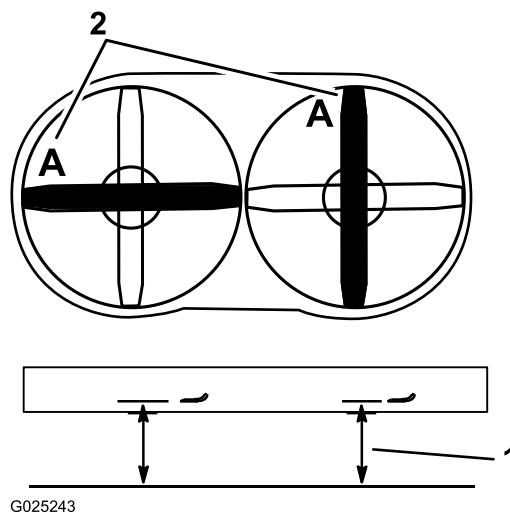

Figure 71
3. Faites tourner une lame comme montré à la Figure 71.
4. Mesurez la distance entre la surface plane et le tranchant à la position **A** de la lame (Figure 71). Notez cette valeur.